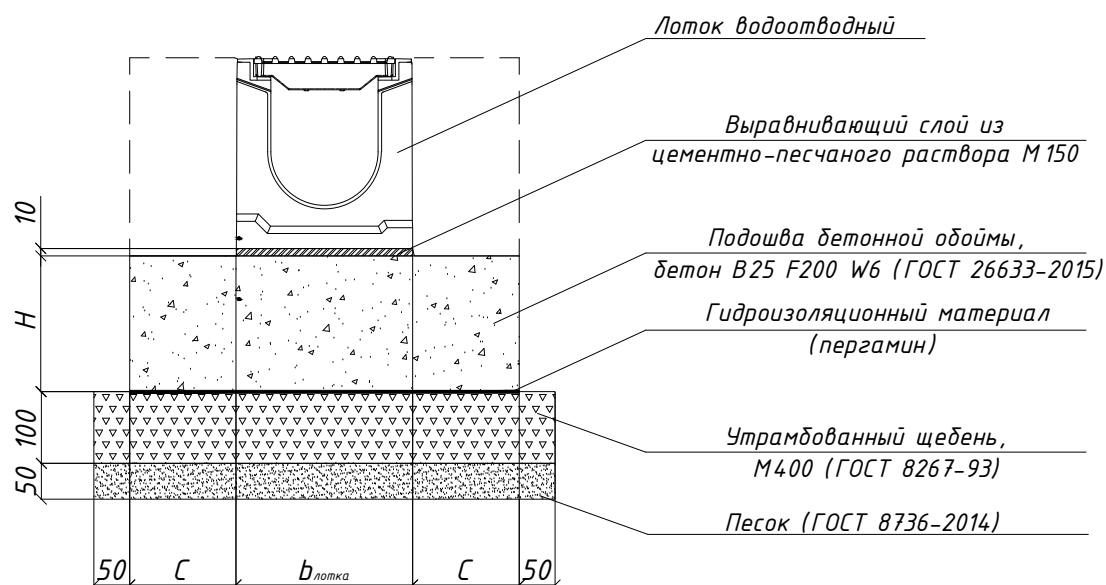

Рис. 1 Схема монтажа бетонного водоотводного лотка
4. Перед укладкой бетонной смеси все пазухи и внутренние поверхности опалубки необходимо очистить от мусора и посторонних предметов. На сформированном бетонном основании плиты устраивается выравнивающий слой из цементно-песчаного раствора М150 толщиной 10 мм по ширине основания лотка (рис.1)